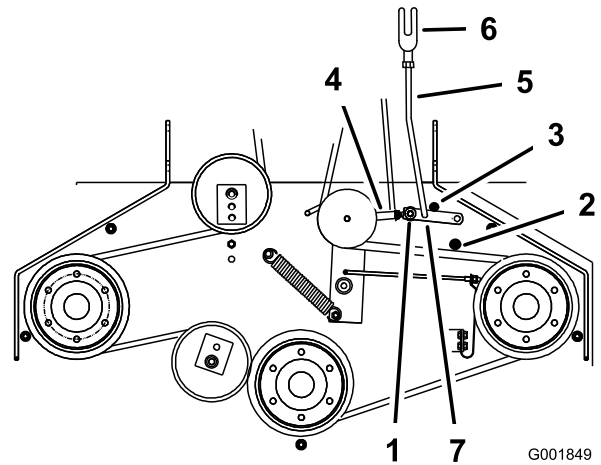

Figura 12
5. Accertatevi che il braccio di assistenza sia posto contro l'arresto del braccio di assistenza posteriore sul piatto di taglio (Figura 12).
7. Il braccio di assistenza dovrebbe essere a contatto con l'arresto del braccio di assistenza anteriore sul piatto di taglio. Qualora non sia a contatto, regolate la leva a squadra in modo da porla più vicina al tassello (Figura 12).
8. Per regolare il collegamento del braccio di assistenza, rimuovete la coppiglia dal braccio di assistenza (Figura 12).
11. Montate il collegamento del braccio di assistenza nel braccio di assistenza e fissatelo con la coppiglia (Figura 12).